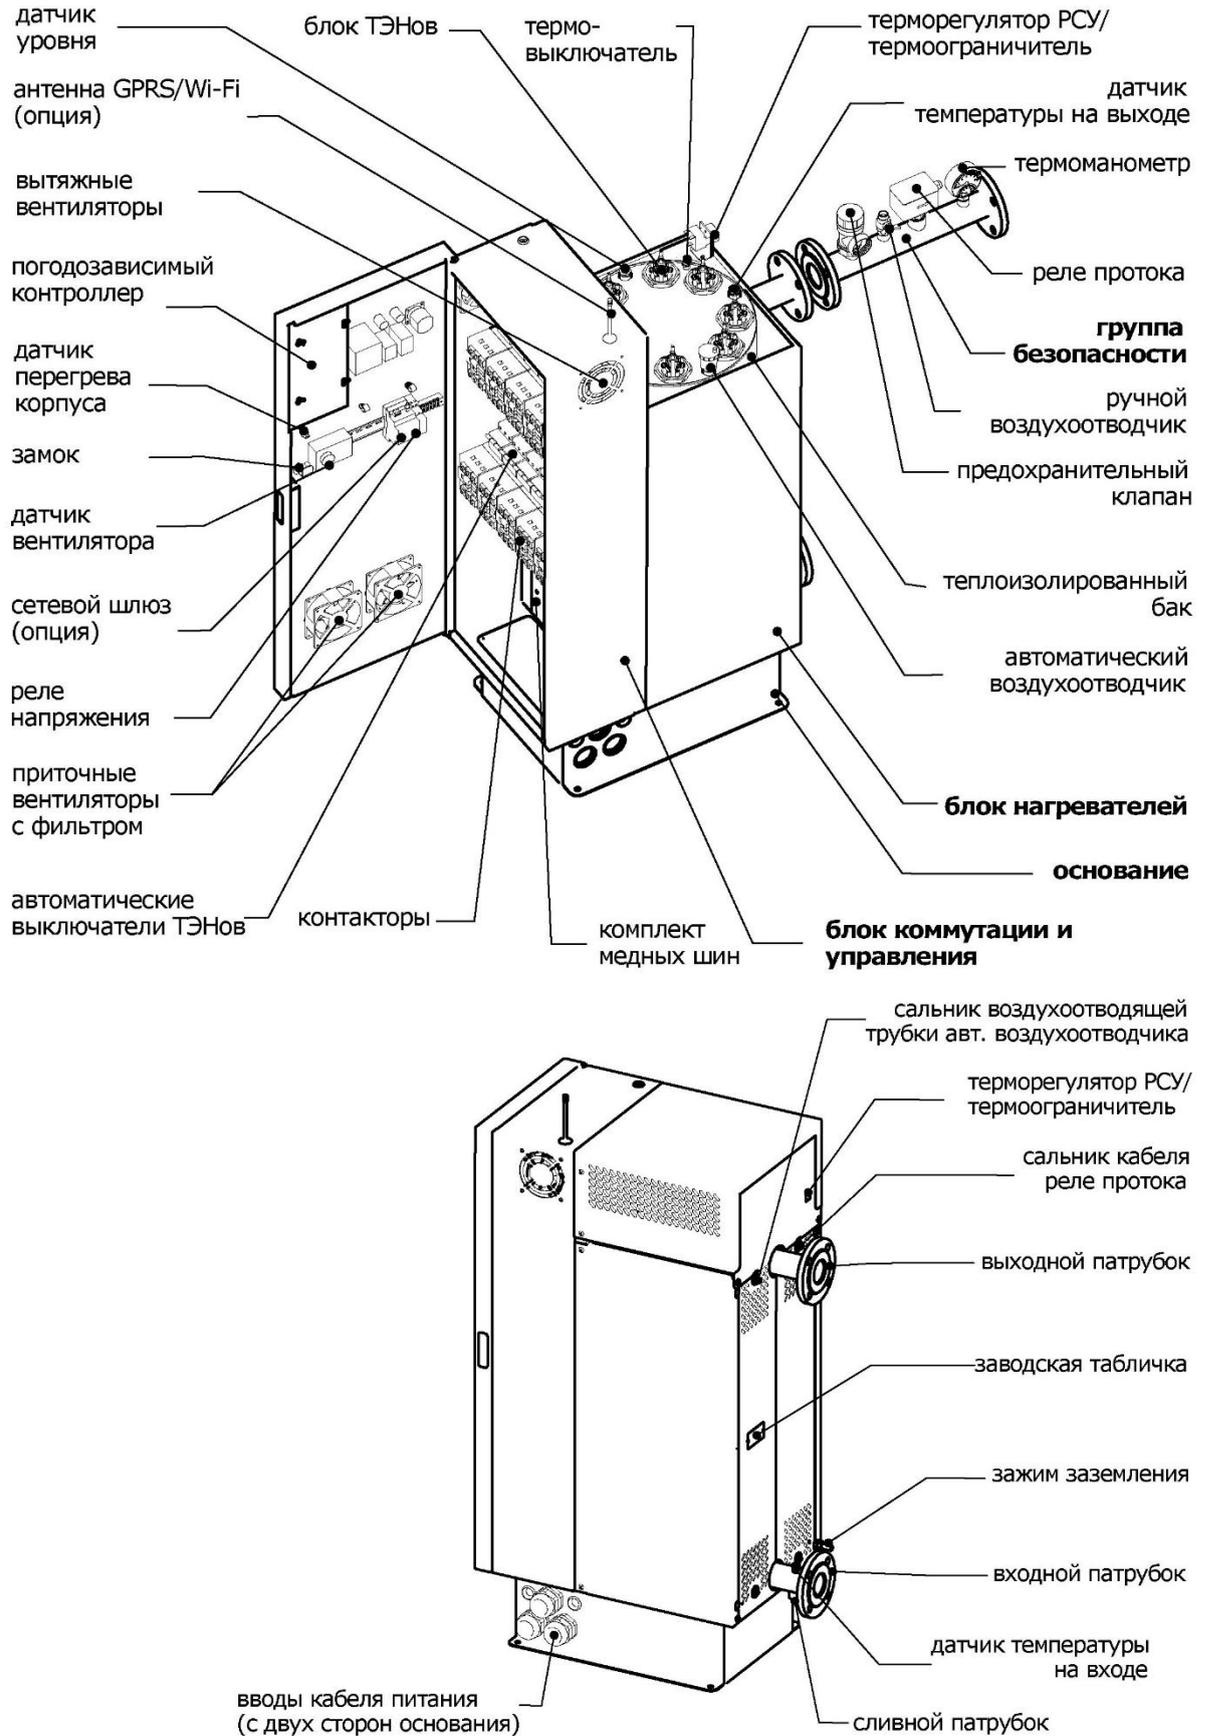

Рис. 2
4.2. Устройство электродкотла показано на рис. 2.
Термоограничитель/ терморегулятор РСУ установлен в блоке нагревателей с возможностью регулировки через вырез в крышке блока нагревателей (см. рис. 2).
6.19. Блок коммутации и управления допускается эксплуатировать отдельно от блока нагревателей (см. рис. 2), закрепив его на стене – раздельная компоновка электродкотла. Для этого необходимо:
7.3. При эксплуатации электродогревателя в основном режиме, терморегулятор резервной системы управления/ термоограничитель (см. рис. 2) должен быть всегда настроен на максимальную температуру (90°C). Если термоограничитель настроен на температуру меньшую, чем температура в системе отопления, то на дисплее появится сообщение об отсутствии протока и нагрев не включится.